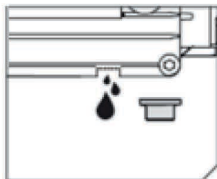

Рис. 15
Периодически очищайте фильтр очистки воды, установленный на всасывающем шланге. Для этого промойте его под струей чистой воды (рис. 15).
3. Открутите сливную пробку помпы и слейте отработанное масло в заранее подготовленную ёмкость (рис. 15)